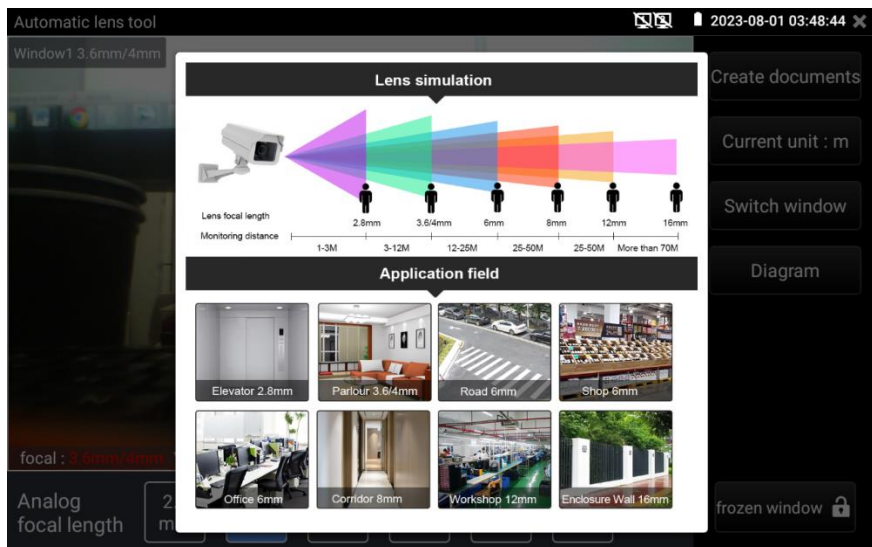

Рис. 145 Справочная информация о применении объективов.
- ✓ Кнопка Diagram показывает справочную информацию (рис. 145) о применении объективов с различным фокусным расстоянием для разных сценариев использования (лифт, парковка, магазин и т.д.) Кнопка Frozen Window позволяет «заморозить» изображение для удобства.